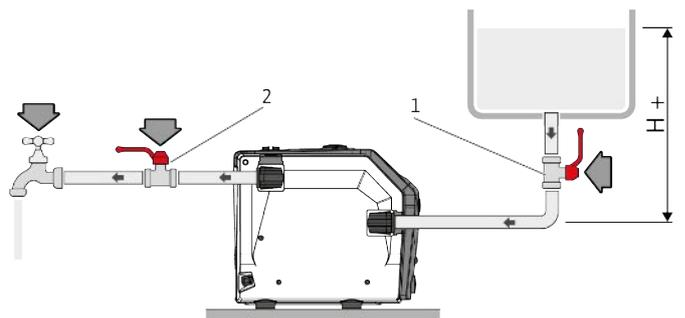
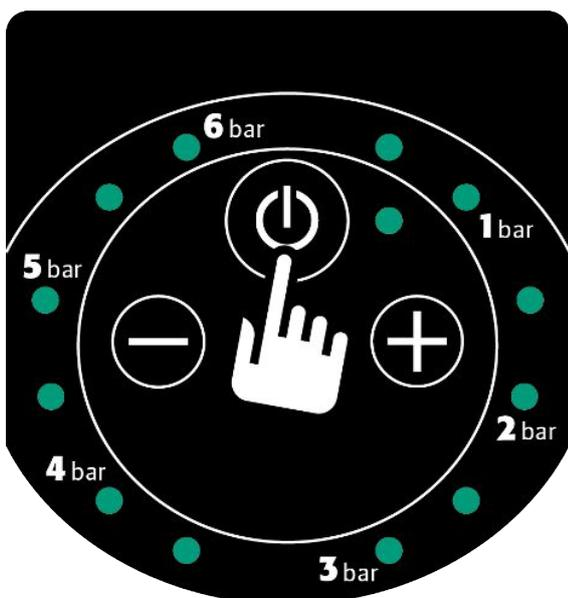

Fig. 8: Lastbetrieb
Fig. 11: Bedientaste Ein/Aus
1. Wenn das Produkt im Lastbetrieb (Fig. 8) installiert ist, Bedientaste Ein/Aus 1 mal drücken (Fig. 11).
2. Bedientaste „Ein/Aus“ am Bedienfeld drücken (Fig. 11).